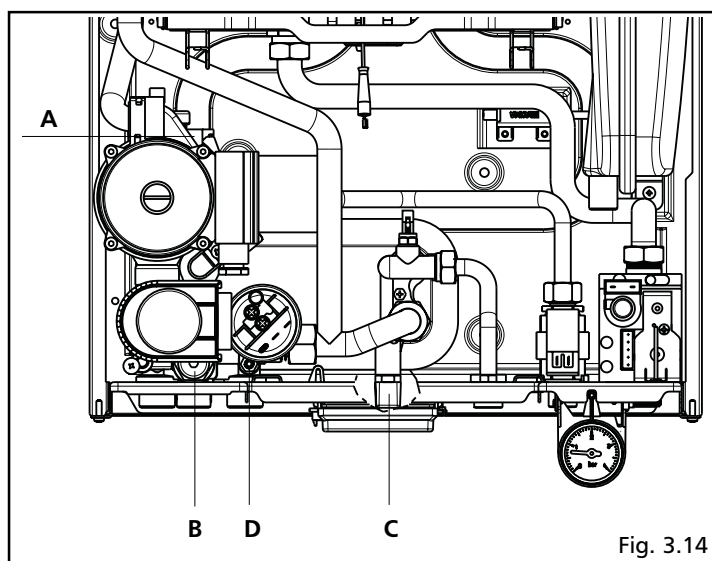
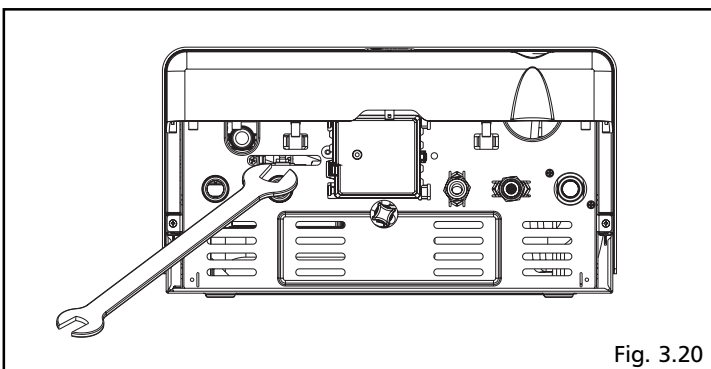

Fig. 3.14
Fig. 3.20
Per i riferimenti ai vari componenti consultare il disegno raffigurato in fig. 3.14.
- allentare la valvola di scarico caldaia (D, fig. 3.14) attraverso l'apertura posta sul fondo della caldaia (fig. 3.20)